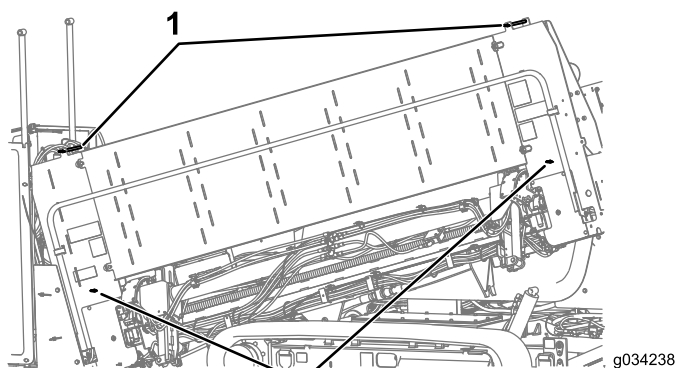

Figura 70
2. Asegúrese de que los pasadores superior y trasero del portatubos están instalados Figura 70.